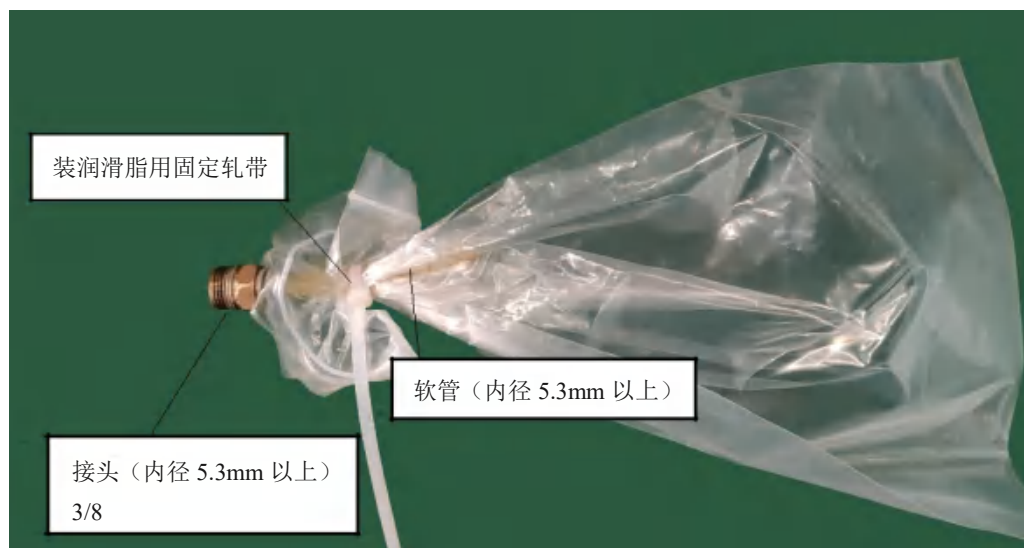

图 9-6: 润滑脂回收袋（参考）
9. 更换完润滑脂的部位请参照「表 9-7 “各轴的调试动作”」所示启动再现动作, 使减速机与润滑脂充分结合。此时, 动作过程中润滑脂有可能会溢出, 因此要取下油嘴, 清洗插头螺纹以及头部后, 涂抹SI 5970 300ml/426g 密封胶, 安装在注油口处, 如「表 9-8 “各轴堵头种类和扭矩”」所示拧紧油嘴。另外, 为避免减速机内部压力上升, 需要排出多余的润滑脂。参照如「图 9-6 “润滑脂回收袋 (参考)”」所示, 将回收润滑脂的袋子安装在排油口处后开始调试动作。